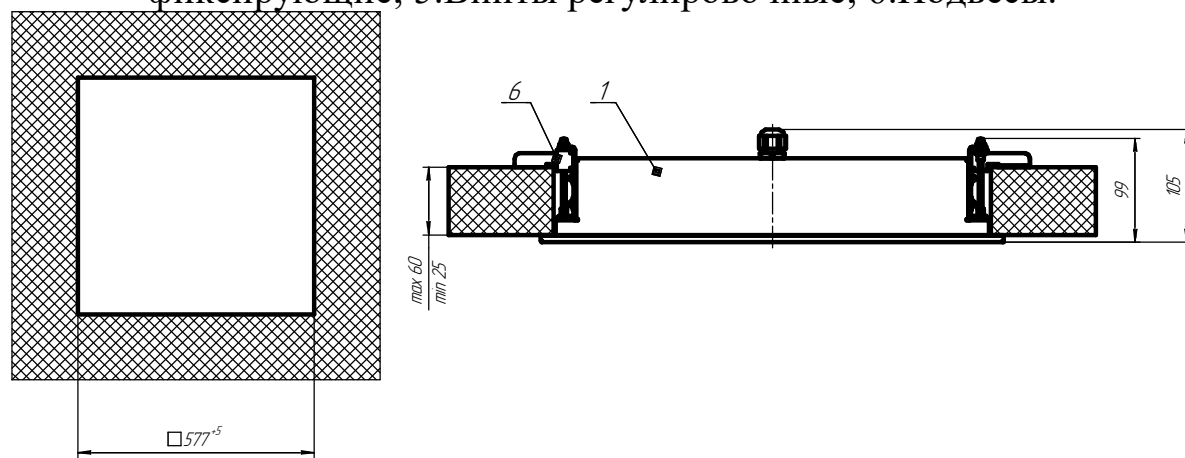

Рис.2.1 Установка светильника.
- 6.2. Подготовьте отверстие в потолке согласно Рис.2.1.